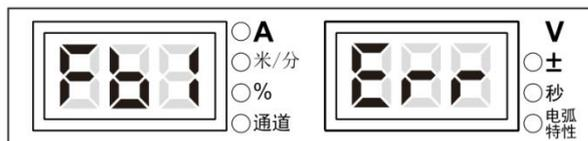

图3-42 故障查询显示界面
1. 进入内部菜单，调节焊接电源面板旋钮至 FB1，如图 3-42 所示。